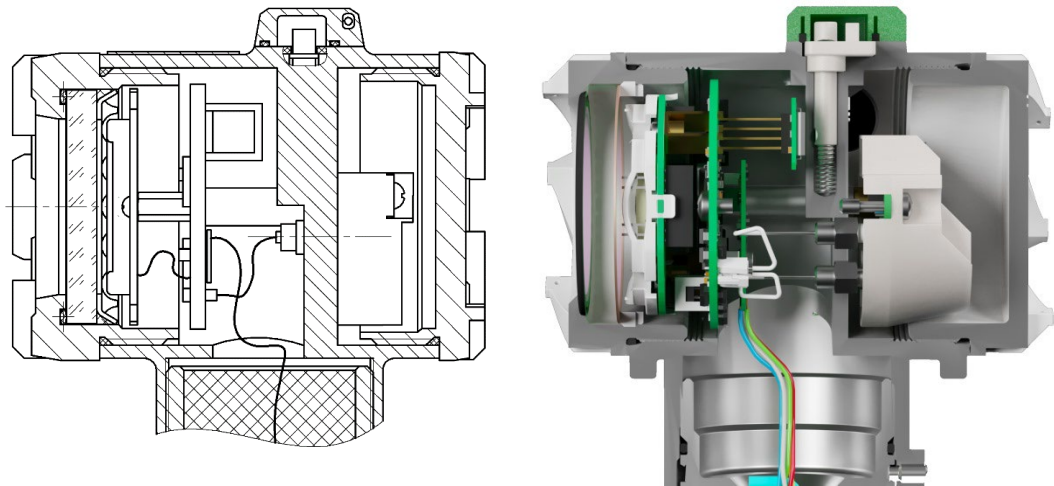

Рисунок 4.2 – Устройство двухсекционного корпуса
**2.3.5** Корпус электронного преобразователя двухсекционный (рисунок 4.2). Внутреннее пространство корпуса датчика разделено на два герметичных отсека. В одном отсеке устанавливается клеммная колодка, в другом электронная плата и модуль ЖКИ. Электронные компоненты не подвергаются воздействию окружающей среды при монтажных работах или разгерметизации кабельного ввода. Клеммная колодка может быть заменена в случае неисправности. В стандартном исполнении корпус выполнен из алюминиевого сплава АК12, наружная поверхность защищена полиэфирным покрытием, также доступно исполнение корпуса из нержавеющей стали 316L. Материал деталей корпуса – нержавеющая сталь AISI 316.